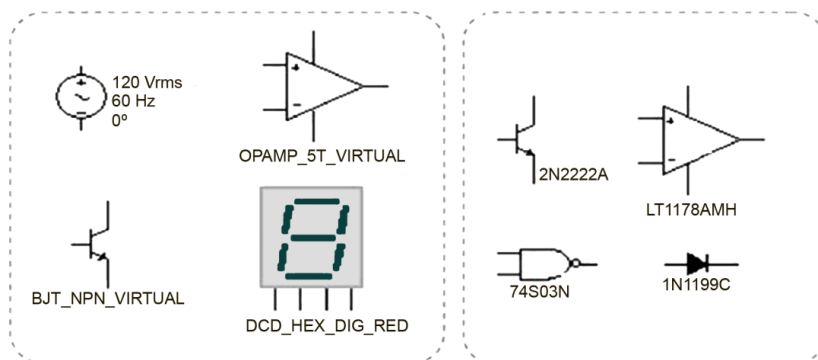

Рис. 1.6
- Components включает кнопки доступа к отдельным группам компонентов базы данных Multisim (рис. 1.6).